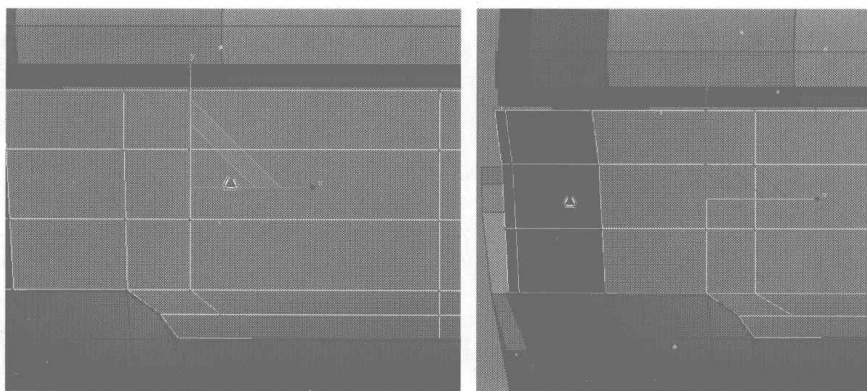

图 4.331
- 13** 将 Front 切换为 Bottom 视图，在工具栏中单击  按钮，将选择的节点沿 X 轴进行平行缩放，如图 4.331 所示。